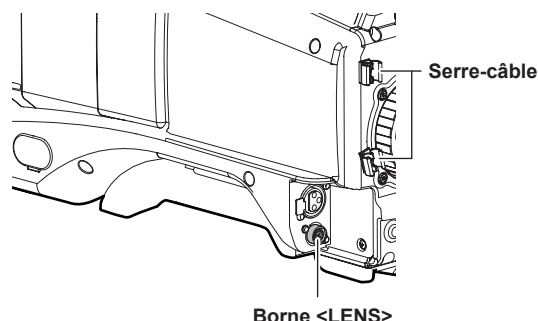

Fig. 4
- 4** Attachez le câble à travers le serre-câble et connectez-le à la borne <LENS>. (Fig. 4)